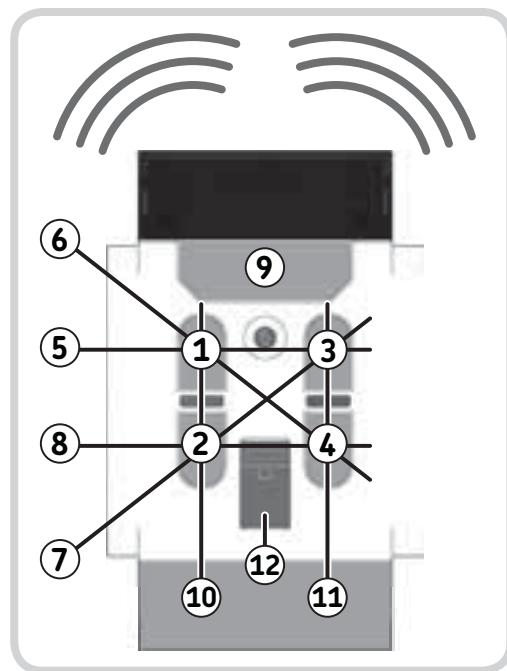

Abbildung 6-1: Die IR-Fernsteuerung
Die IR-Fernsteuerung wird durch zwei AAA-Batterien mit Strom versorgt. An den Seiten weist sie Löcher auf, sodass du sie in Lego-Technic-Modelle einbauen kannst. Wie du in Abbildung 6-1 siehst, verfügt sie über vier kleine Tasten (Ziffer 1 bis 4), eine große Taste (9) und einen roten Kanalwähler (12), mit dem du zwischen vier Kanälen umschalten kannst. Dadurch ist es möglich, bis zu vier IR-Fernsteuerungen gleichzeitig zu verwenden. Eine auf rotem Kunststoff aufgeprägte Nummer, die du durch das kleine, runde Fenster siehst, gibt den aktuellen Kanal an. (Solange die einzelnen Fernsteuerungen auf unterschiedliche Kanäle eingestellt sind, stören sich ihre Signale gegenseitig nicht.)
Wenn du den Kanalwähler auf 1 gestellt hast (Ziffer 12 in Abbildung 6-1), kannst du im ersten Modus einen an Ausgang B angeschlossenen Motor über die Tasten 1 (vorwärts) und 2 (rückwärts) steuern und einen Motor an Ausgang C über Taste 3 (vorwärts) und 4 (rückwärts). Gleichzeitig kannst du mit einer weiteren Fernsteuerung auf Kanal 2 Motoren an den Ausgängen A und D steuern. Der zweite Modus funktioniert auf die gleiche Weise, empfängt aber Befehle von Fernsteuerungen, die auf Kanal 3 und 4 eingestellt sind.